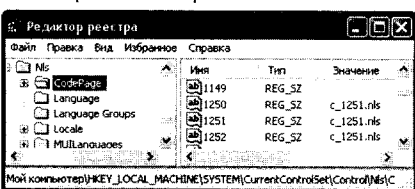

рис.20
1. Скачать файл <http://www.winpic800.com/descargas/WinPic800.zip> (автор Sisco Benach Font, 1,9 МБ), установить WinPIC800 v. 3.63с. В папке C:\Program Files\WinPIC800\Languages\ найти файлы локализации «Russian.ini» и «Ukrainian.ini». По не совсем понятным причинам информация в них больше года не обновляется, поэтому можно самостоятельно внести правки любым текстовым редактором или зайти на сайт журнала РА <http://www.ra-publish.com.ua/arc-ra.html> и скачать обновление переводов на русском и украинском языках. Для правильного отображения кириллицы следует запустить файл C:\Windows\regedit.exe, найти раздел реестра Windows [HKEY_LOCAL_MACHINE\SYSTEM\CurrentControlSet\Control\Nls\CodePage] и откорректировать кодовые страницы 1250, 1251, 1252, установив параметр «c_1251.nls» (рис.20), после чего перезагрузить компьютер.